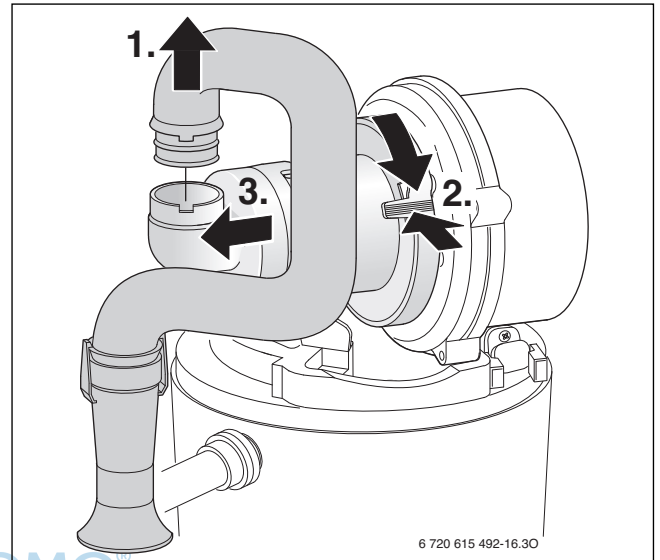

Bild 86 Saugrohr und Mischeinrichtung ausbauen
- Mischeinrichtung nach Bild 86 ausbauen.